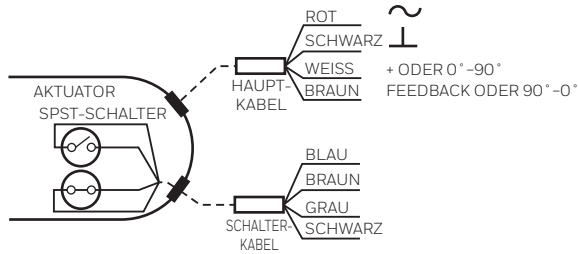

Abb. 11. Details der Kabelinstallation.
Einige Module enthalten Hilfsschalter. Details zur Verkabelung finden Sie in Abb. 11.
- Schließen Sie den Aktuator an die Stromversorgung und die gemeinsame Leitung an. (Siehe Abb. 11 und Tabelle 3.)
- Wenden Sie das Steuerungssignal für die vollständig geöffnete oder vollständig geschlossene Position aus. (Siehe Abb. 11 und Tabelle 3.)
- (0)2-10 VDC: Wenden Sie ein 10-VDC-Signal auf die Steuerungsleitung an (WEISS).
- 10-(0)2 VDC: Wenden Sie ein (0)2-VDC-Signal auf die Steuerungsleitung an (WEISS).
- (0)4-20 mA: Wenden Sie ein 20-mA-Signal auf die Steuerungsleitung an (WEISS).
- 20-(0)4 mA: Wenden Sie ein (0)4-mA-Signal auf die Steuerungsleitung an (WEISS).
- Wenden Sie das Steuerungssignal für die Position 0 % des Aktuators an. (Siehe Abb. 11 und Tabelle 3.)
- (0)2-10 VDC: Wenden Sie ein (0)2-VDC-Signal auf die Steuerungsleitung an (WEISS).